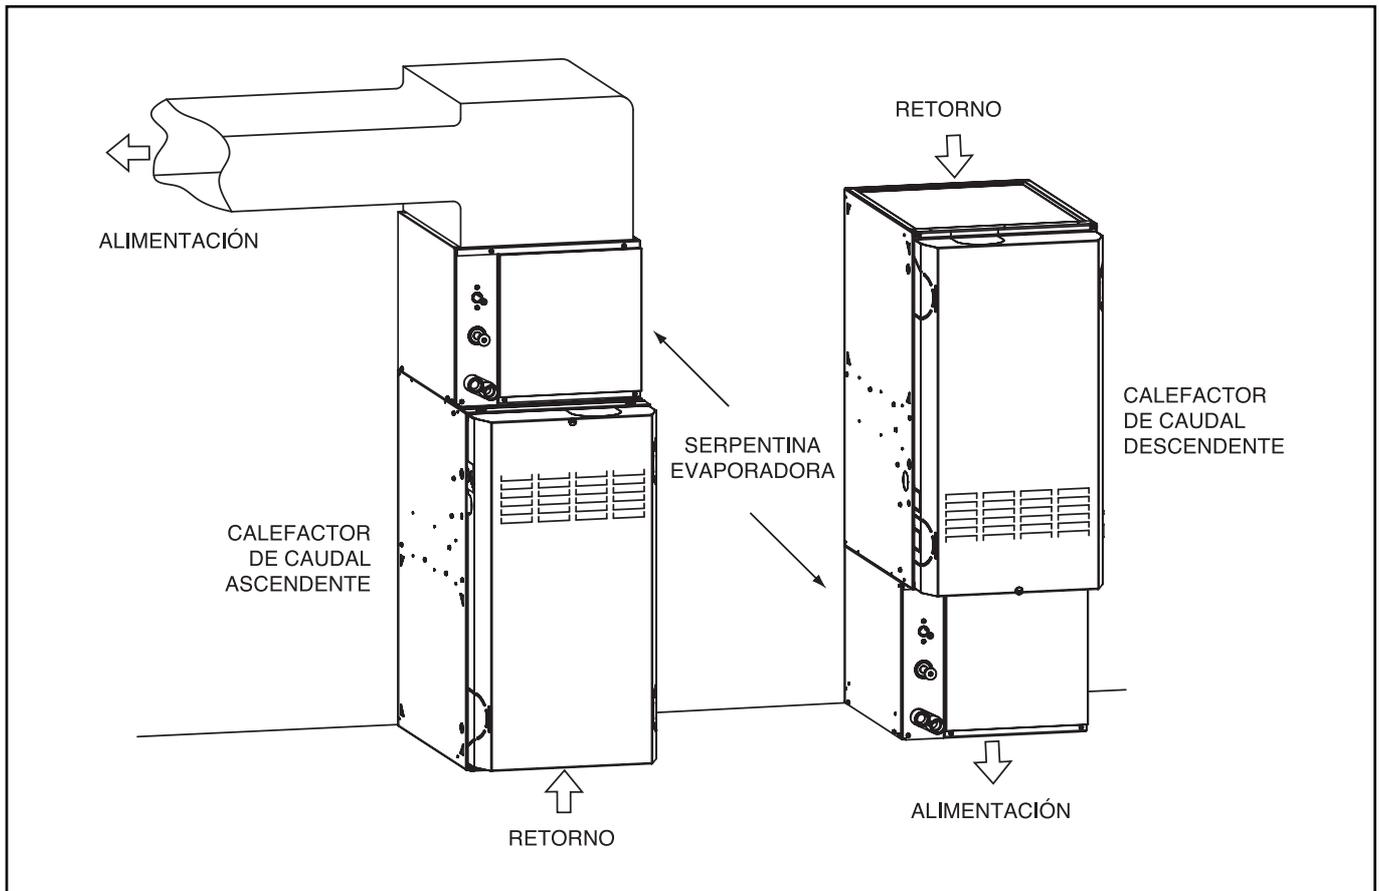

Fig. 1- Instalación Típica de la Serpentina.
1. Coloque la serpentina en posición sobre la abertura de descarga de aire del calefactor de caudal ascendente. (Ver Fig. 1)